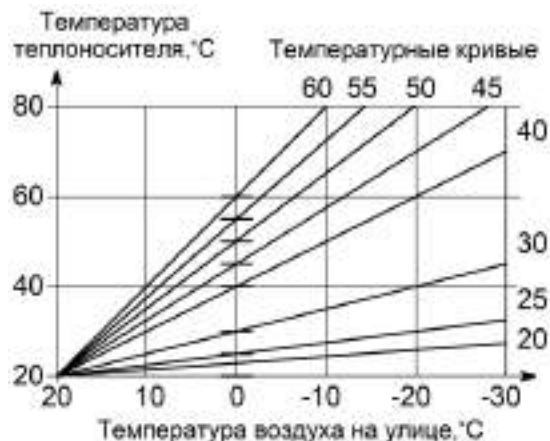

Рисунок 9. Зависимость температуры теплоносителя от температуры воздуха на улице
10.4 «УЛИЧНЫЙ» – режим поддержания температуры теплоносителя в зависимости от температуры воздуха на улице по одной из погодозависимых кривых (см. рис. 9). Датчик температуры воздуха (проводной или радиодатчик) устанавливается на улице. При отсутствии датчика температуры, возможно работа от данных получаемых с метеосервера (см. п. 11.1.8).
Для изменения заводской настройки нужно в соответствии с рис. 9 выбрать ту кривую, при которой в помещении станет комфортно. Если в помещении холодно - следует выбрать кривую с большим номиналом, если жарко - с меньшим. Чем больше величина теплотоперь здания, тем выше номер кривой. Изменение значения кривой ПЗУ показано на рис. 10.